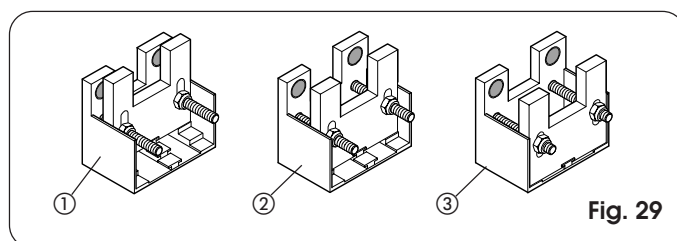

Fig. 29
- Cremagliera zincata 30 x 6 modulo 4 (Fig. 29 - Rif. ①)
- Cremagliera zincata 30 x 12 modulo 4 (Fig. 29 - Rif. ②)
- Cremagliera in nylon rinforzato 30 x 20 modulo 4 (Fig. 29 - Rif. ③)